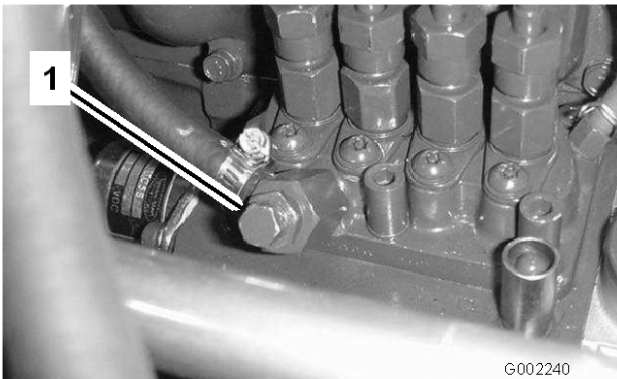

Bild 43
7. Öffnen Sie die Entlüftungsschraube an der Kraftstoffeinspritzpumpe (Bild 43).